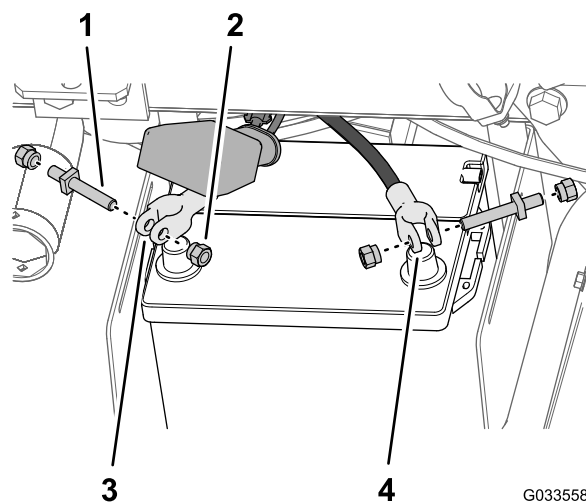

図 30
5. バッテリーの両ケーブルのクランプに、端子ボルトとクランプナットを仮組みする 図 30。